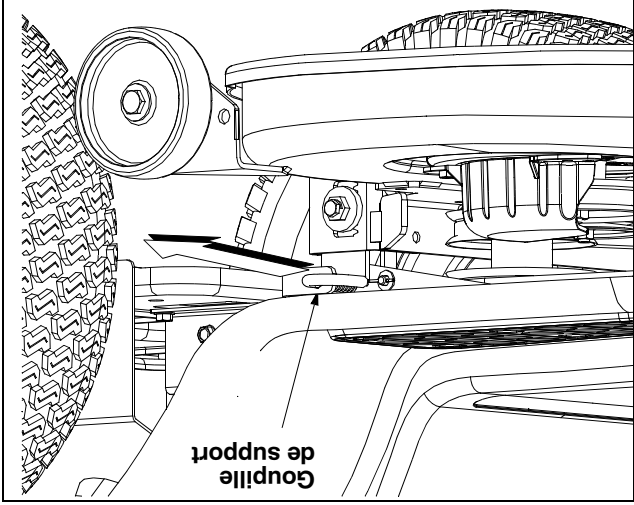

Figure 24
- Sortez la goupille de support du plateau pour dégager celui-ci de la tige de relevage du plateau de coupe. Voir la Figure 24.